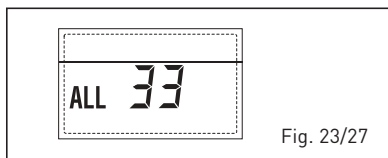

Fig. 23/27
- ANOMALIA COMUNICAZIONE SCHEDINO RS-485 IN MODALITA' CASCATA "ALL 34" (fig. 23/28)